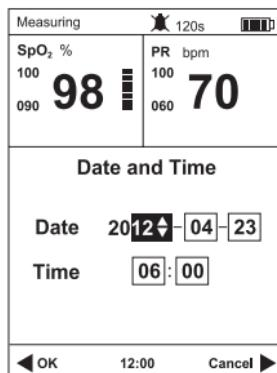

Abb. 3.2
2) Drücken Sie die Navigationstaste, um die Option "Datum und Zeit" auszuwählen, und drücken Sie dann die OK-Taste, um den Zeiteinstellungsbildschirm aufzurufen, siehe Abb.3.2.